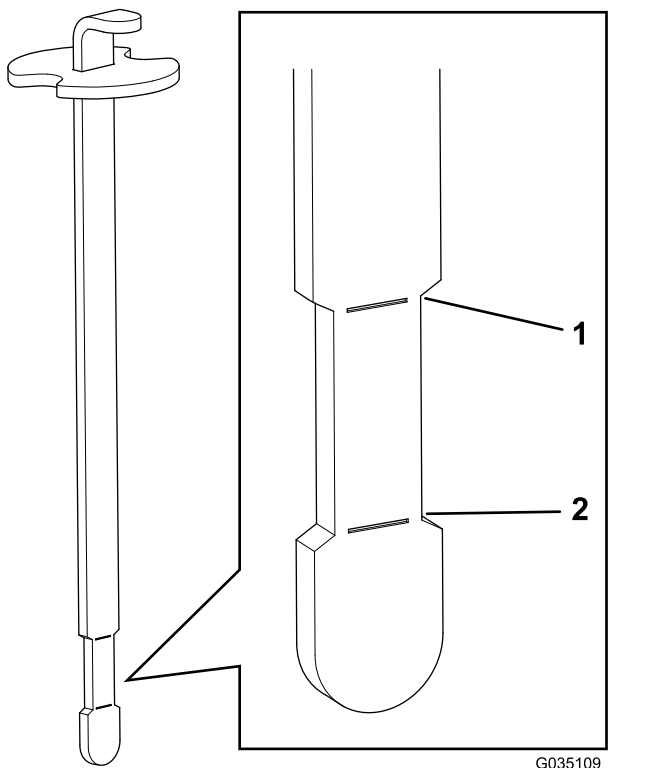

Figure 18
**Remarque:** Le niveau de liquide doit se situer entre les repères inférieur et supérieur (partie la plus étroite) sur la jauge (Figure 18).